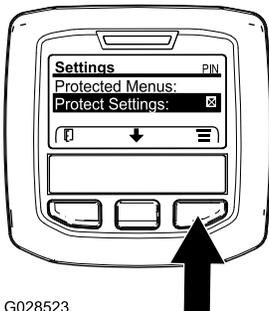

図 14
注 Protect Settings の右側に X が表示されていない場合には、左ブーム、中央ブーム、右ブーム、デフォルトに戻る、のどれもPINによる保護ロックをされていません 図 14。
注 Protect Settings の右側にXマークが表示されます 図 14。
2. 右ボタンを押すとジオリンクシステムが無効になる 図 14。